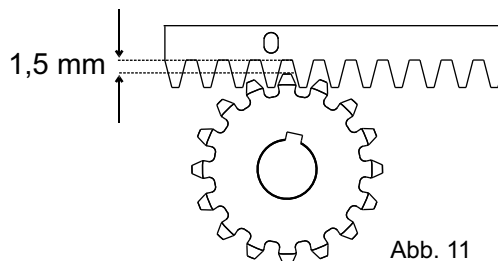

Abb. 11
5.6. Um zu verhindern, dass sich das Torgewicht auf das Zahnrad verlegt, die gesamte Zahnstange um 1,5 mm anheben (Abb. 11);